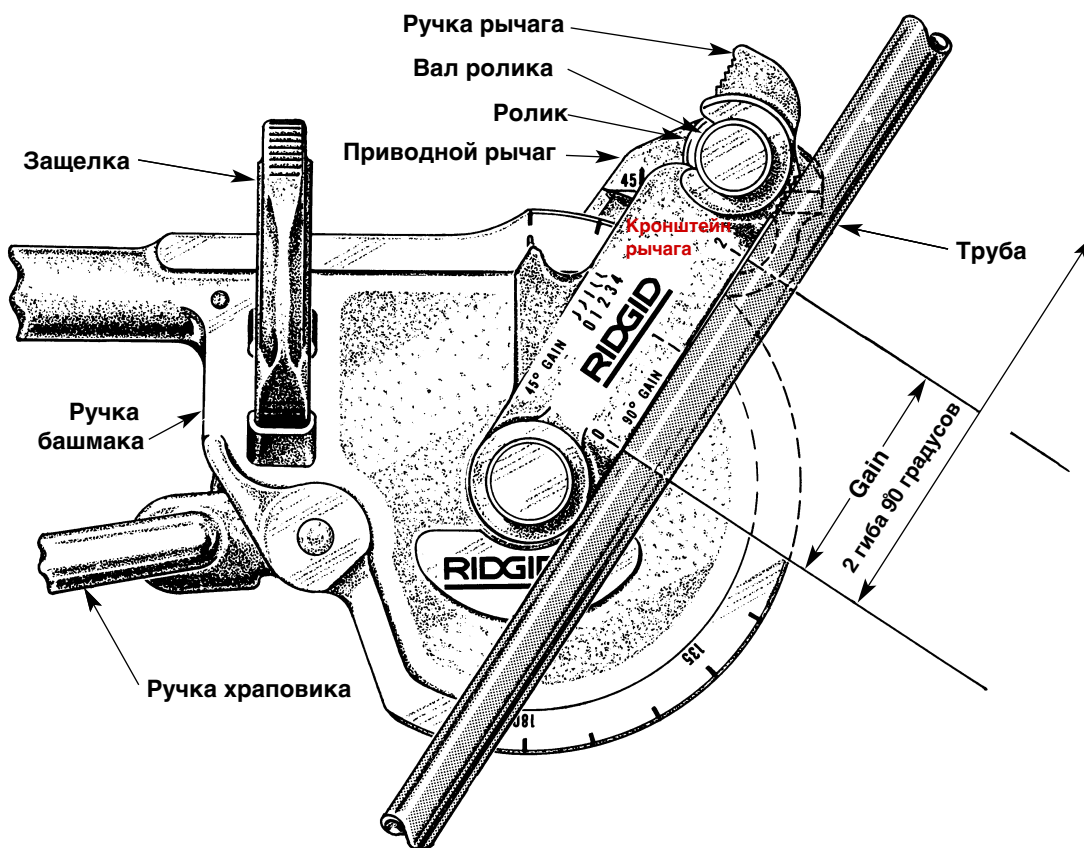

Рис. 2
2. Общая длина трубы по чертежу имеет размер с условием того, что все углы являются прямыми. На самом же деле труба загнута дугой и длина трубы требуется меньше, чем на показанном чертеже. Поэтому нужно уменьшить общую длину на количество изгибов, используя шкалы "Gain" на кронштейне приводного рычага. (См. Рис. 2)
3. Перед началом гибки нужно уменьшить длину трубки на 1 шаг (на шкале "90° Gain") если у вас 1 гиб 90 градусов и на 2 шага если у вас 2 гига 90 градусов. Для каждого гига на 45 градусов используйте одно деление на шкале "45° Gain" (См. Рис. 2). После этого отрежьте трубу. Таким образом вы получите общую длину прямой трубы для начала изготовления нужной формы.
- Закройте защелку над трубой и верните кронштейн приводного рычага в исходное положение (введите в зацепление с валом как на рис.2).